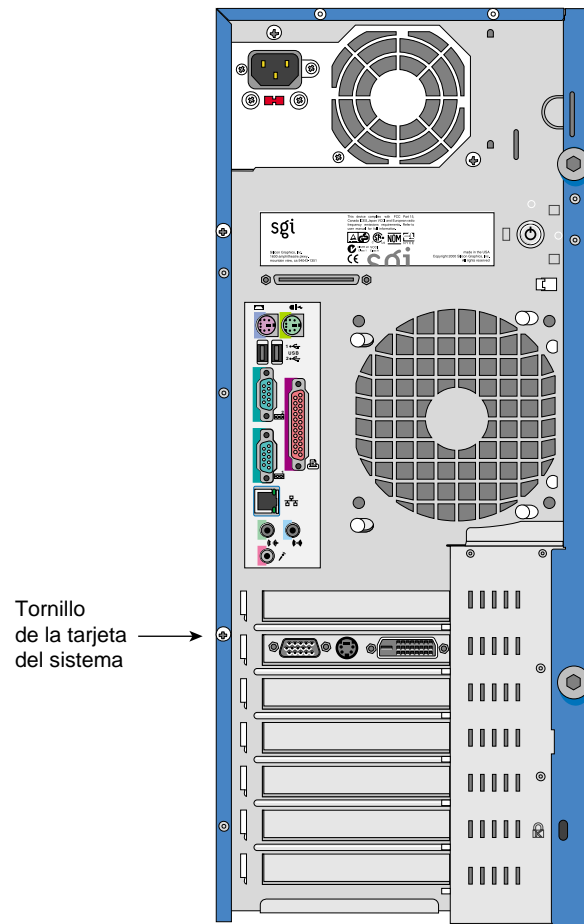

Figura 2-21 Posición del tornillo de la tarjeta del sistema
5. Afloje el tornillo de la tarjeta del sistema. En la Figura 2-21 se muestra la posición del tornillo.
5. Fije el tornillo de la tarjeta del sistema al soporte de sujeción. Consulte la posición del tornillo de la tarjeta del sistema en la Figura 2-21, página 43.